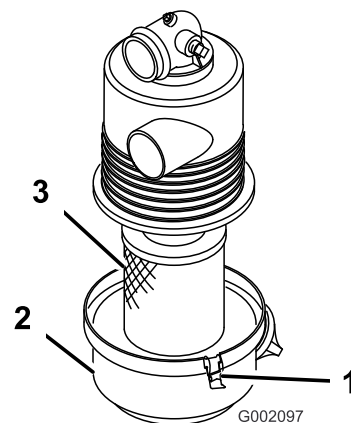

Рисунок 26
- Вставьте элемент в корпус воздушного фильтра (Рисунок 26).
- Присоедините крышку воздушного фильтра к его корпусу и закрепите крышку на корпусе с помощью защелок (Рисунок 26).